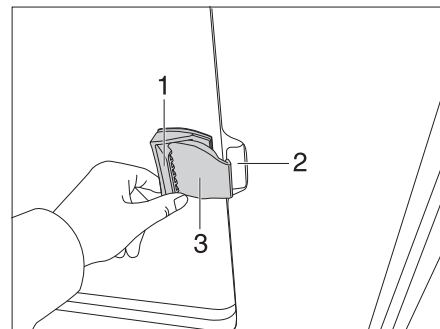

Fig. 65 Fenêtre coulissante sans verrouillage
- Tirer sur le clapet de la poignée (Fig. 65,1) et pousser ou tirer simultanément la poignée vers l'avant.